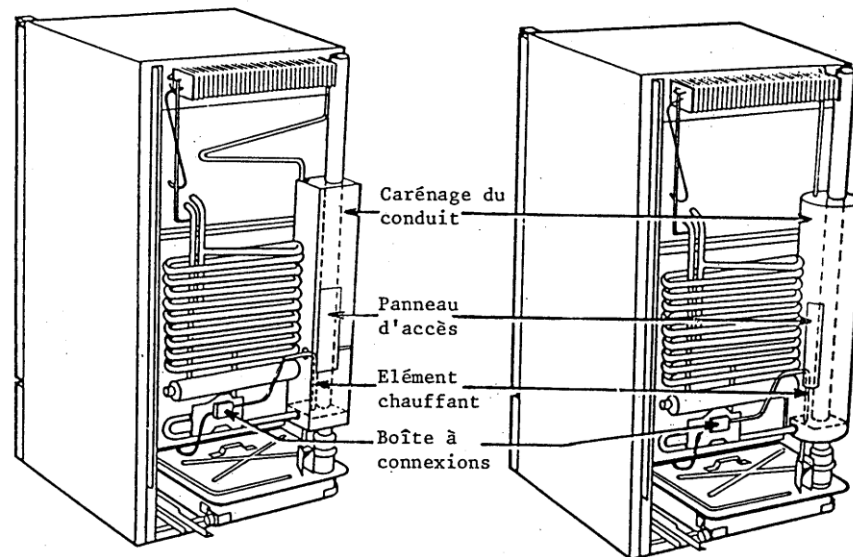

Figure 31 : vue arrière (remplacement élément chauffant)
- ★ Vérifier que les panneaux ne sont pas à l'ombre d'arbres ou d'autres obstacles entre 8 heures du matin et 4 heures de l'après-midi. Si c'est le cas, élaguer les arbres ou déplacer l'obstacle : figure 31